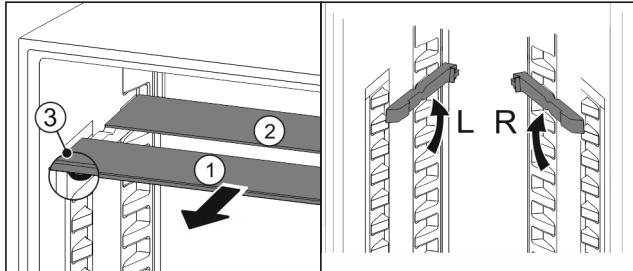

Fig. 59
- Tablare einzeln nach vorne herausziehen Fig. 59 (1).
- ▷ Tablar Fig. 59 (1) mit Zierleiste liegt vorne.
- ▷ Stopps Fig. 59 (3) zeigen nach unten.